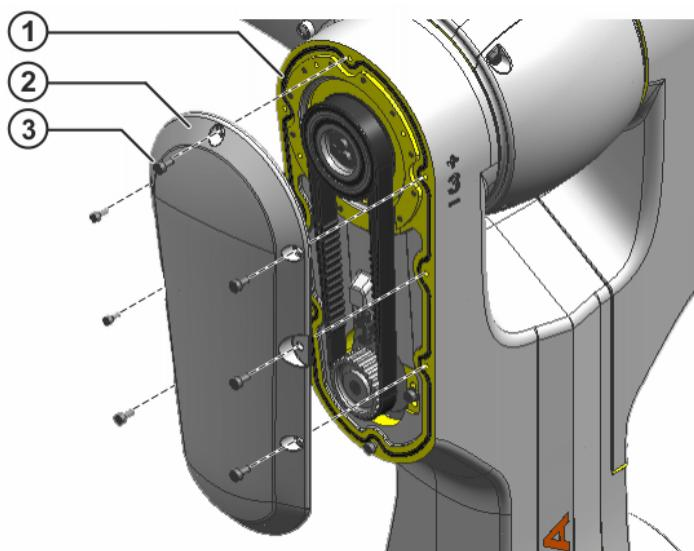

Abb. 10-3: Deckel A3 und Schaumdichtung riemenseitig
1. Schaumdichtung vorsichtig reinigen (>>> Abb. 10-3).